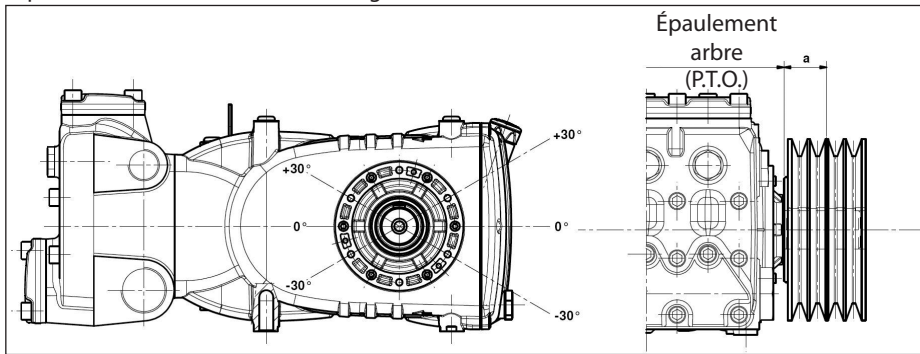

Fig. 10
La charge radiale sur l'arbre ne doit pas être supérieure à 7500 N (valeur nécessaire pour la définition du plan). La transmission est considérée appropriée si une telle charge est appliquée à une distance maximum de $a=40$ mm de l'épaulement de l'arbre (P.T.O) comme l'indique la Fig. 10.
- b) Utiliser des courroies à haut rendement - par exemple **XPB** au lieu de **SPB** - car il sera nécessaire d'avoir une quantité inférieure de courroies égales à la puissance transmise et par conséquent une distance inférieure de la résultante par rapport à l'épaulement de l'arbre (P.T.O.) « a » Fig. 10.